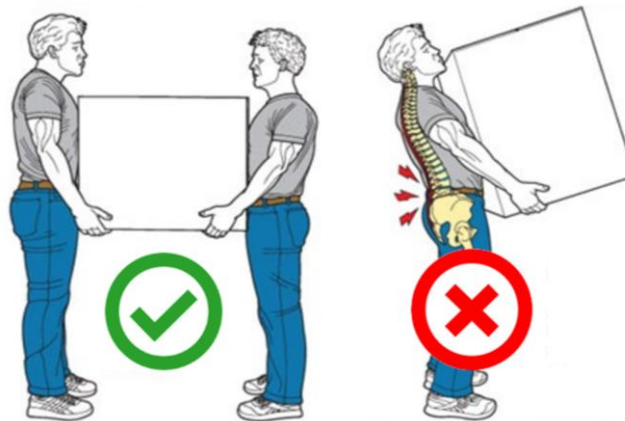

Fig. 6-5 - Tecnica di movimentazione
- Essere almeno due operatori per sollevare carichi ingombranti (Fig. 6-5);